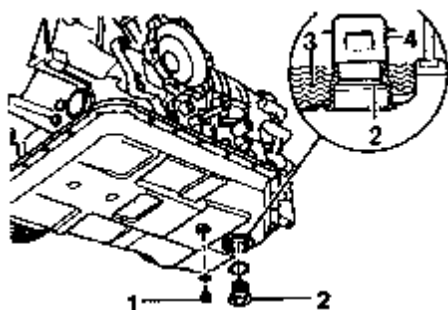

图 8-66 ATF 检查螺栓位置
(3) 使发动机工作并升起车辆。在变速箱下面放上接油槽 V.A.G1306。
(4) 如果温度达到 35°C, 拧下 ATF 检查螺栓 2, 如图 8-66 所示。如需要, 可排出多余的 ATF 油。如果在 ATF 温度达到 40°C 之前, 从加注螺栓孔有 ATF 溢出, 则说明 ATF 液位正常。最迟当 ATF 温度达到 45°C 时必须重新拧上 ATF 检查螺栓。